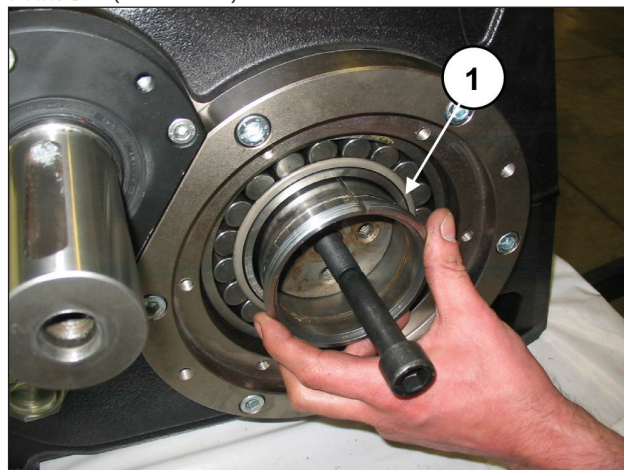

图 76
将两个压力衬套部分插入，通过先前安装的M16销子保持曲轴提起(①，图 76)。